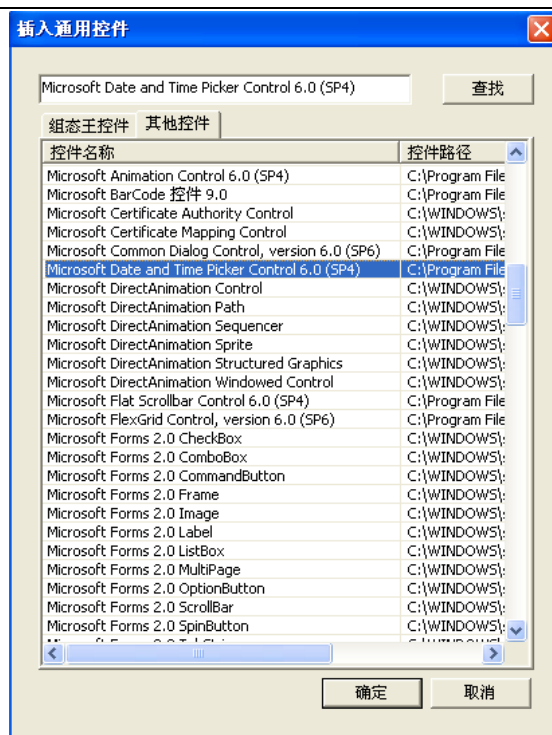

图 7-8 通用控件对话框
3、单击工具箱中的  工具，在弹出的通用控件窗口中选择如下控件，如图 7-8 所示。